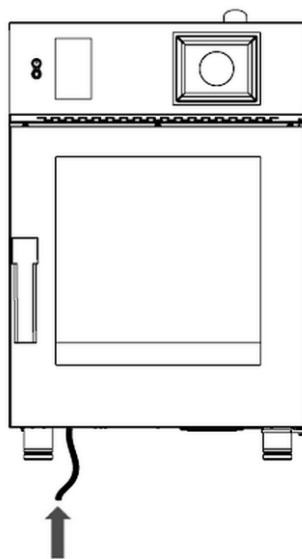

Рис. 6
- Вставить белый шланг моющего средства в резервуар. Шланг расположен внизу слева от прибора (рис. 6).